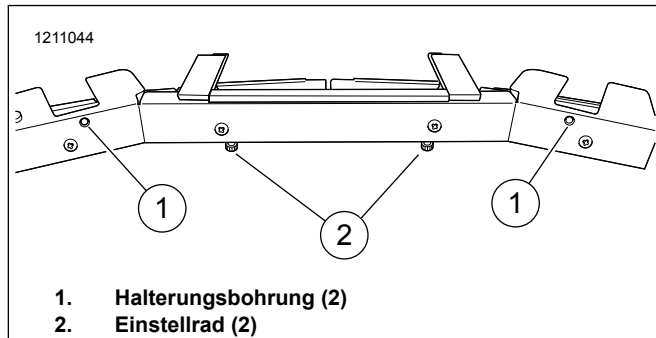

Abbildung 4. Halterungsbefestigungsbohrungen
3. Siehe Abbildung 4. Die Leuchte mit den Rändelrädern (2) nach unten und den Halterungslöchern (1) nach oben auf eine Arbeitsfläche legen.
12. Siehe Abbildung 4. Die Schraube (2) der Befestigungshalterung anziehen, um die Leuchte am Windschild zu befestigen.